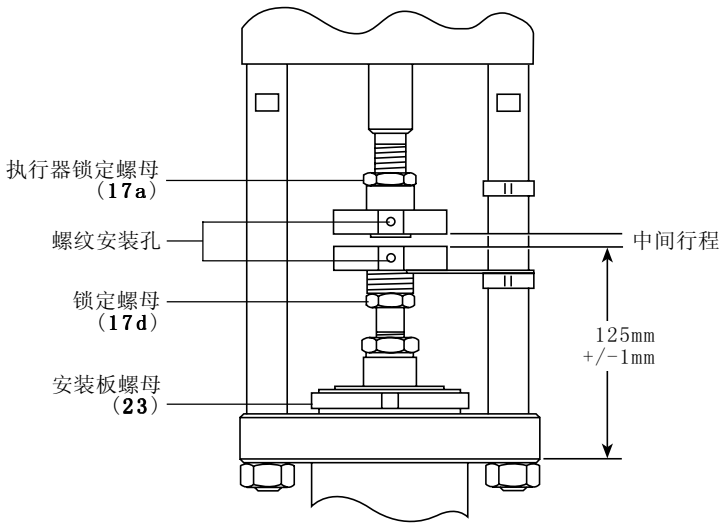

图 6
- 供给压缩空气至执行器，使主轴在50%行程的位置。（见图6）